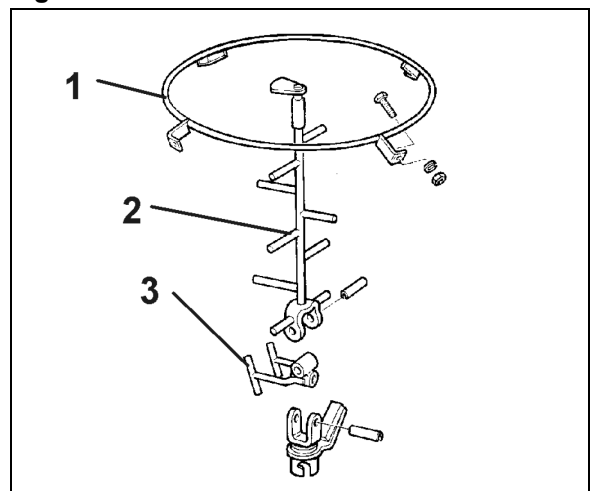

Fig. 16
1. Geleidering (Fig. 16/1) vastschroeven op de reeds bestaande gaten in de trechter.
2. Het bovenste gedeelte van de roerstang (Fig. 16/2) met een spanbus aan het onderste gedeelte van de roerstang (Fig. 16/3) bevestigen.